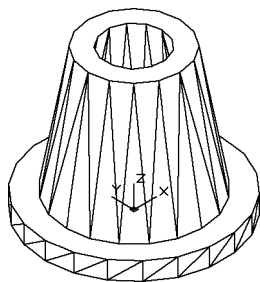
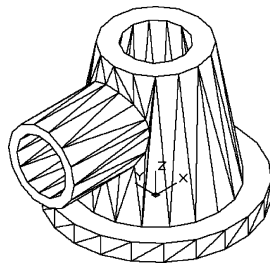

图 12-21 并集、
图 12-22 旋塞
(5) 单击“三维工具”选项卡“实体编辑”面板中的“并集”按钮, 将半径为 40 和 50 拉伸的圆柱体合并。
(6) 单击“三维工具”选项卡“实体编辑”面板中的“差集”按钮, 选择底座与半径为 30 的圆柱体拉伸建模进行差集处理。消隐处理之后如图 12-21 所示。
(7) 创建圆柱体。单击“三维工具”选项卡“建模”面板中的“圆柱体”按钮, 以 (-20, 0, 50) 为底面中心点, 绘制半径为 15, 轴端点为 (@ -50, 0, 0) 的圆柱体。同理, 以半径为 20 创建圆柱体。
(8) 单击“三维工具”选项卡“实体编辑”面板中的“差集”按钮, 选择半径为 20 的圆柱与半径为 15 的圆柱进行差集运算。
(9) 单击“三维工具”选项卡“实体编辑”面板中的“并集”按钮, 选择所有圆柱体进行合并。消隐之后的效果如图 12-22 所示。